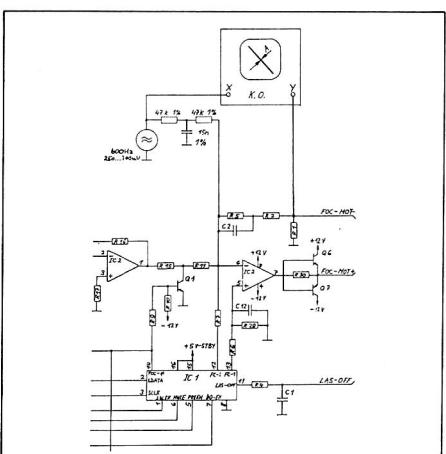

Fig. 4.16
- NF- Generator an X- Eingang eines Oszilloskopes und ueber ein R-C-R- Glied (gem. Fig. 4.16) an Pin 6 von IC2 (auf 1.769.310/315) anschliessen ( $f = 600\text{Hz} \pm 5\text{Hz}$ ,  $U = 250...300\text{mV RMS}$ ).